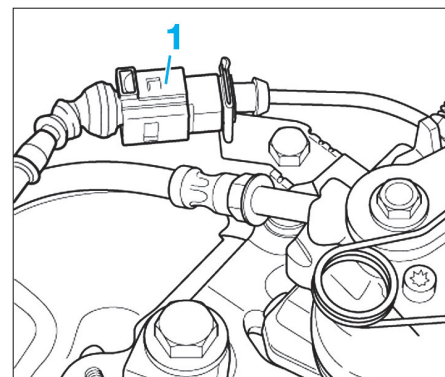

Fig. 48
- Sur les véhicules équipés d'un indicateur d'usure des plaquettes de frein, débrancher en plus le connecteur (1) (Fig.48).